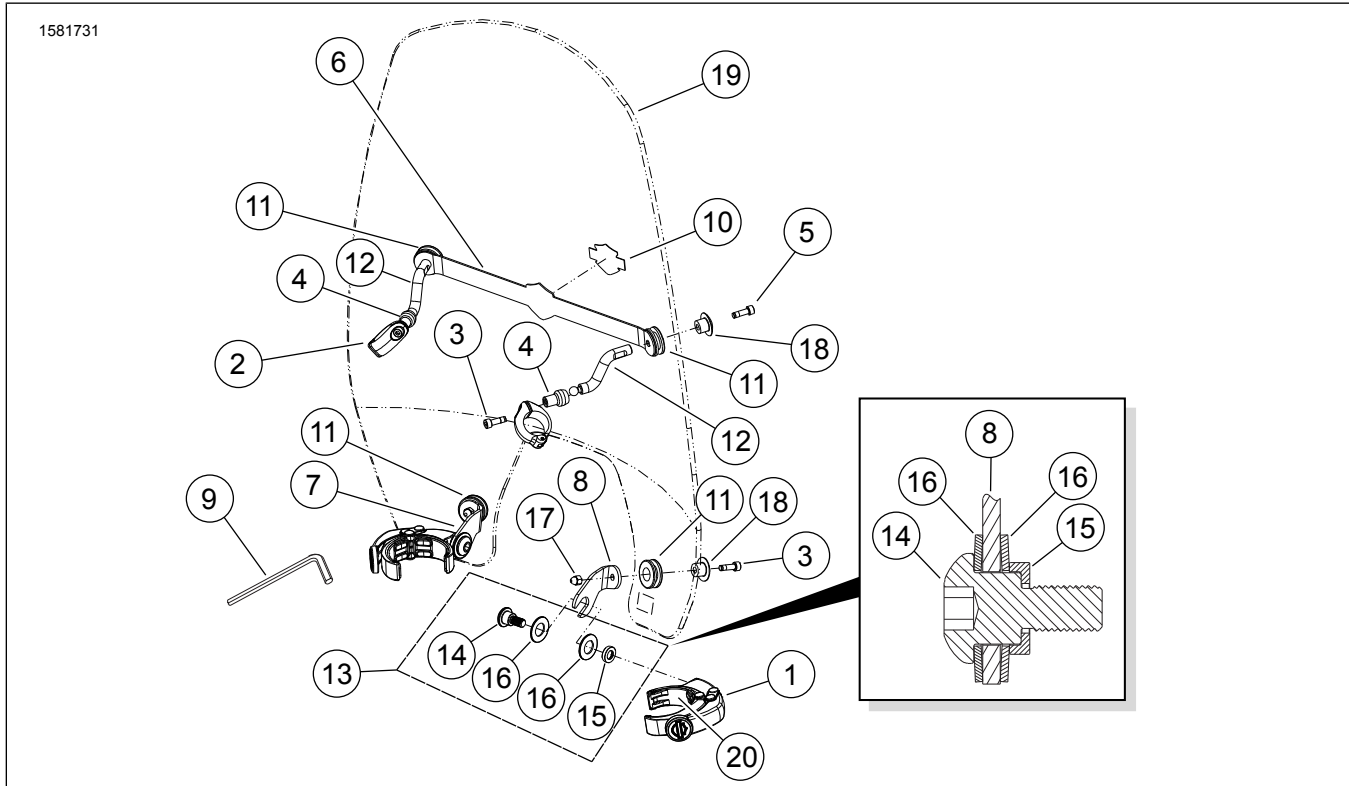

Figure 1. Pièces de rechange : Pare-brise VRSCDX
Voir Figure 1 et Tableau 1.
- Voir Figure 1. Prendre dans le kit l'ensemble pare-brise (avec les supports de montage 7 et 8 installés), deux brides rapides (1) et deux kits visserie (13).
- Installer deux rondelles Belleville (16) sur les filets de chaque vis (14) comme indiqué dans l'encadré, de sorte que les diamètres extérieurs soient en contact. Installer une rondelle cuvette (15) sur chaque vis, avec le côté creux orienté vers la tête de la vis.